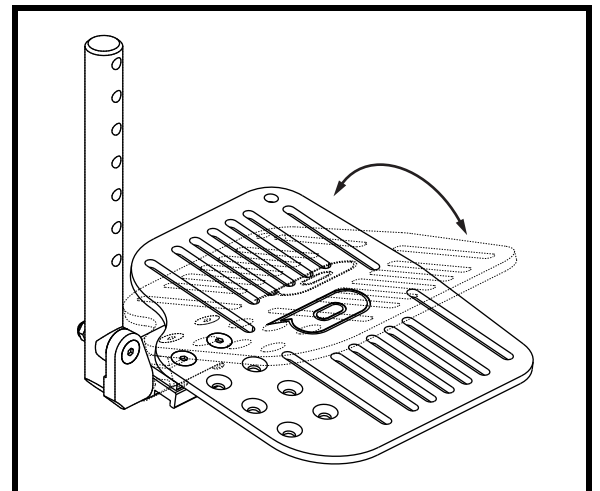

Figure 24. Réglage de l'angle de la palette
2. Inclinez la palette dans la direction désirée. **Voir la figure 24.**